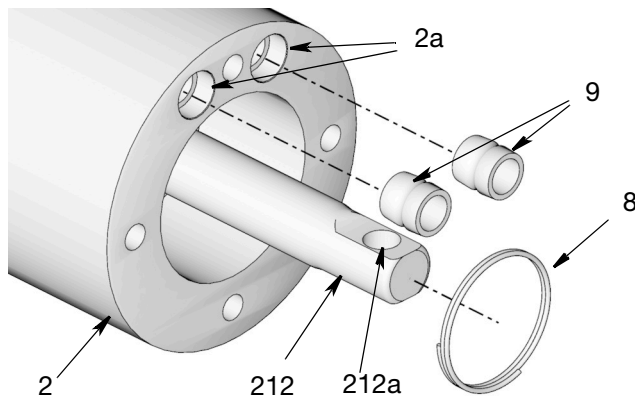
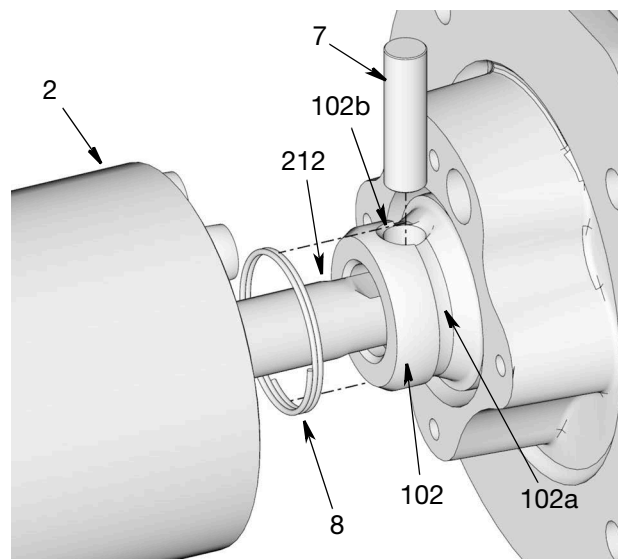
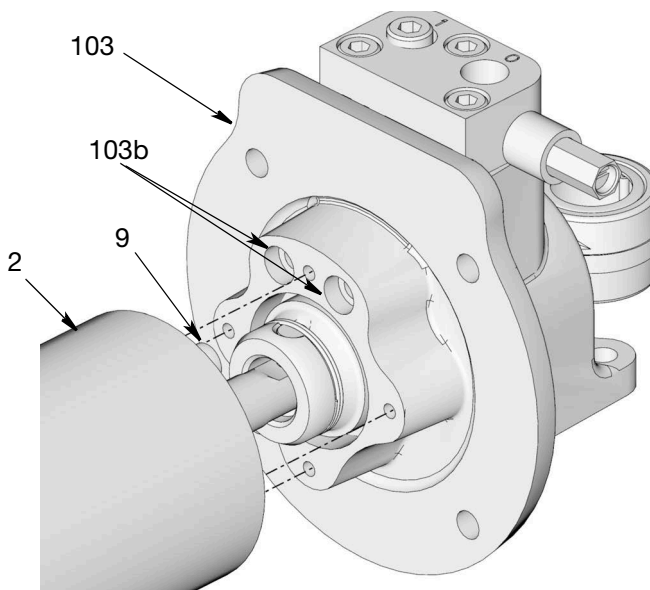

図 45
図 46
図 47
18. 置換ロッド (212) を上方方向に押し、図 45 に示すように、ポンプアダプタ (2) の上部から突き出るまで押し込みます。
19. ガasketシール (9) にグリースの薄い層を塗布します。図 45 に示すように、シールをポンプアダプタ (2) に取り付けます。
20. スプリング (8) を図 46 に示すように、変位ロッド (212) の端に被せます。
21. ポンプアセンブリを万力から取り外します。置換ロッド (212) の穴 (212a) (図 45) を接続ロッドの穴 (102b) (図 46) に合わせます。ピン (7) を穴に挿入します。
22. スプリング (8) をピン (7) の上にスライドさせて適切な位置でピンを固定します。スプリングを接続ロッド (102) の溝 (102a) に着座させ、ポンプ稼働時に動かないようにします。
23. ポンプアダプタ (2) の 2 つのガスケットシール (9) をギアボックスポンプバスケット (103) の 2 つの穴 (103b) に合わせます。ポンプ下部とポンプアセンブリを一緒に押します (図 47)。